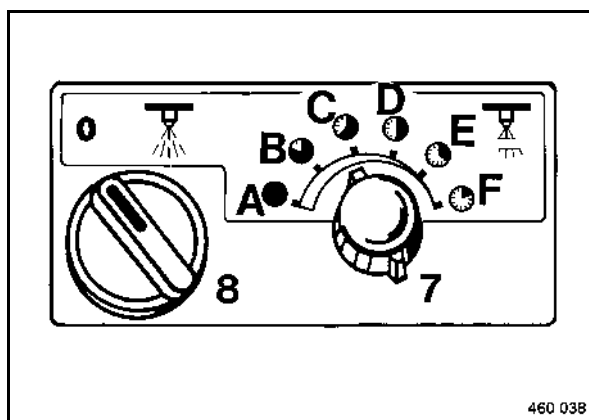

fig. 72
- Interrupteur rotatif, arrosage (8) (fig. 72)